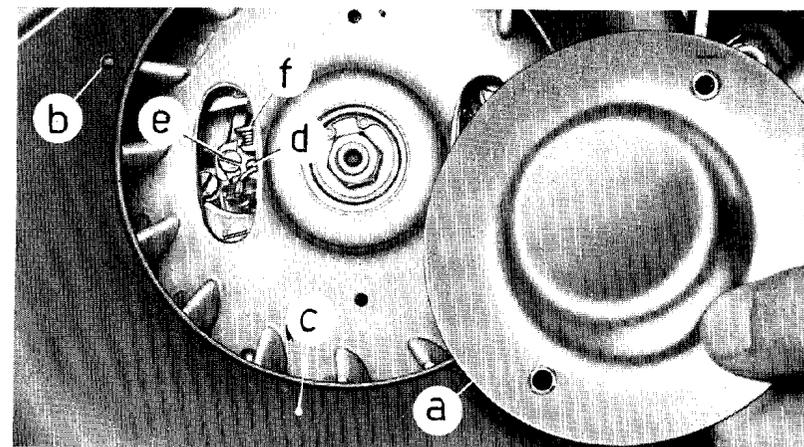

Fig. 24 - Registrazione puntine del ruttore
| <p>CONTROLLO FASATURA VOLANO</p> | <p>Smontare il coperchietto parapolvere « a » (fig. 24) e far coincidere l'aletta della ventola indicata con freccia con il foro « b » del coperchio « c »: in tali condizioni deve iniziarsi il distacco delle puntine del ruttore.</p> <p>Ruotando a mano la ventola, l'apertura max delle puntine suddette deve inoltre essere $0,4 \div 0,5$ mm.: se non lo fosse, portarvela agendo sulla vite « d », dopo aver allentato la vite « e ».</p> <p>N. B. - Per l'eventuale rimessa a punto della fasatura (meccanica e magnetica) è consigliabile rivolgersi alle Stazioni di Servizio.</p> |
3) - Pulire, e se necessario registrare, le puntine platinato del rotore (fig. 24).